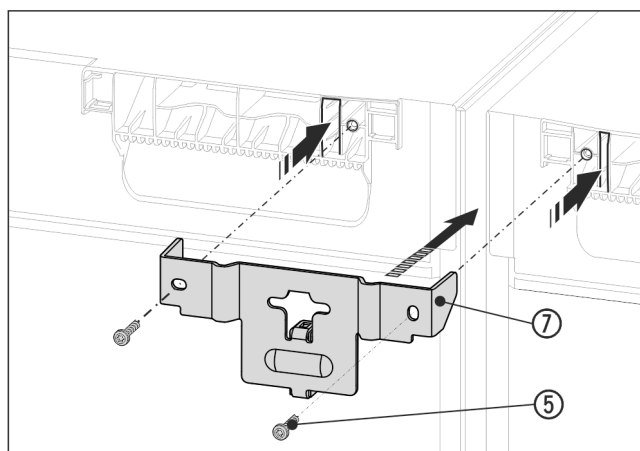

Fig. 15 Simbolična slika
- ▶ Kotnik Fig. 15 (7) z distančnikom potisnite med aparata in s pomočjo spojnikov v pokrov aparata. Trdno privijte z 2 vijakoma Fig. 15 (5).